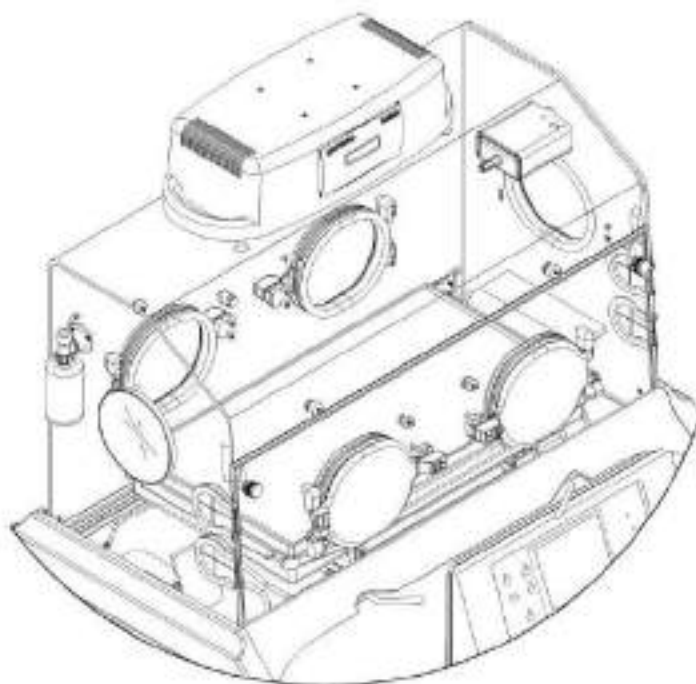

Figura 109 – Montagem da fototerapia
1. Coloque a fototerapia LED-PHOTO sobre a parte plana da cúpula da incubadora, conforme figura 109.